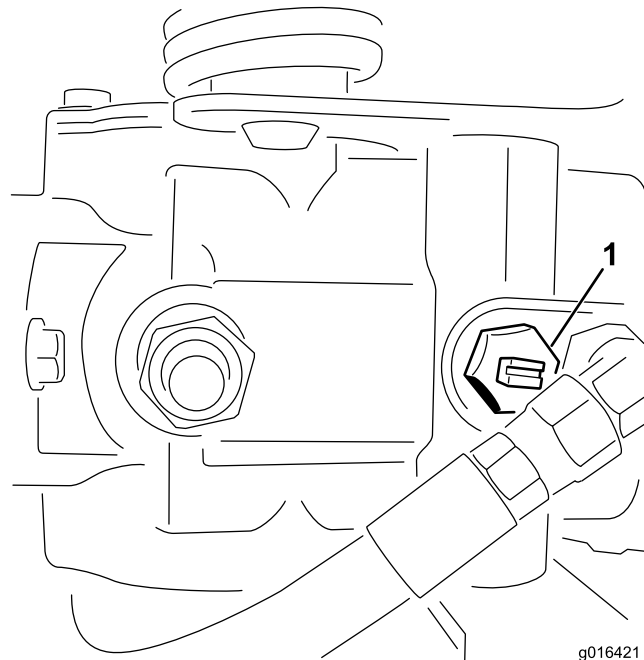

図 32
- 油圧ポンプについているバイパスバルブ図 32の溝が「縦」になるようにバルブを回転させる。
- エンジンを始動する前に、必ずバイパスバルブを閉じる溝が横向きになる図 32。